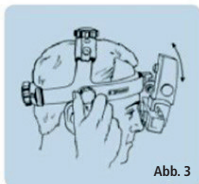

Abb. 3
Zur vertikalen Ausrichtung der Okulare und des Binokularblocks (O), stellen Sie, falls notwendig, die Höhe des äußeren Metallstirnbands (C) ein, indem Sie den Stirnauflage-Spannknopf (D) und/oder den Ophthalmoskopwinkel-Einstellknopf (E) an den Seiten des Kopfteils verwenden (Abb. 3).